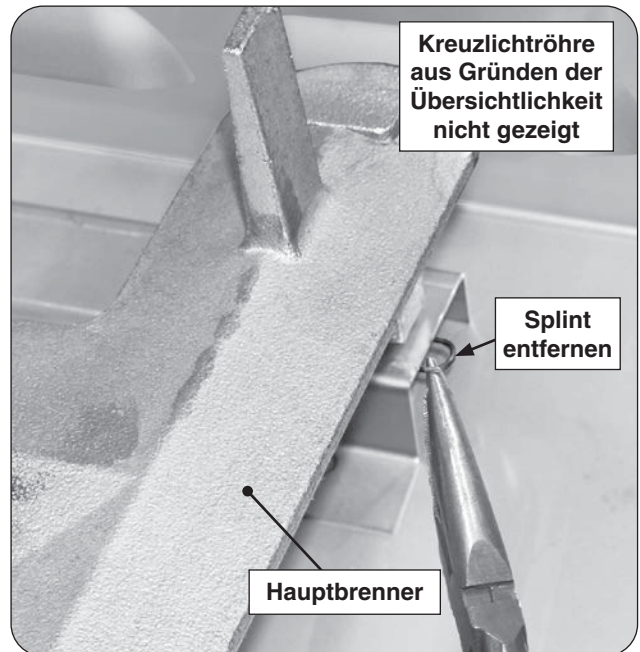

Abb. 40-1 Hauptbrenner ausbauen
2. Finden Sie den Splint und ziehen Sie ihn vom linken oder rechten hinteren Verankerungsstift des Brenners mit den Fingern oder einer Spitzzange gerade heraus. Siehe Abb. 40-1.